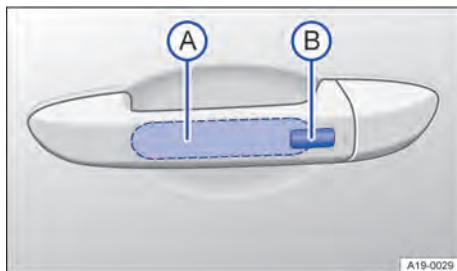

Fig. 69 Na maçaneta da porta: superfícies do sensor.
- Tocar na superfície do sensor → Fig. 69 **A** no lado de dentro da maçaneta da porta.
- Tocar na superfície do sensor → Fig. 69 **B** no lado externo da maçaneta da porta.
- Além disso, dentro de cinco segundos, tocar uma vez o sensor no lado externo da maçaneta da porta → Fig. 69 . Assim, não agarrar na maçaneta da porta.
- Manter o dedo por alguns segundos na superfície do sensor → Fig. 69  da maçaneta da porta do condutor ou do passageiro dianteiro até que a janela ou o teto de vidro estejam fechados.